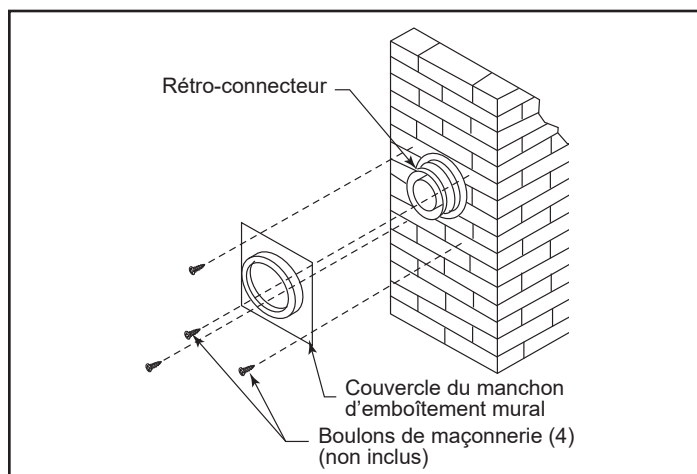
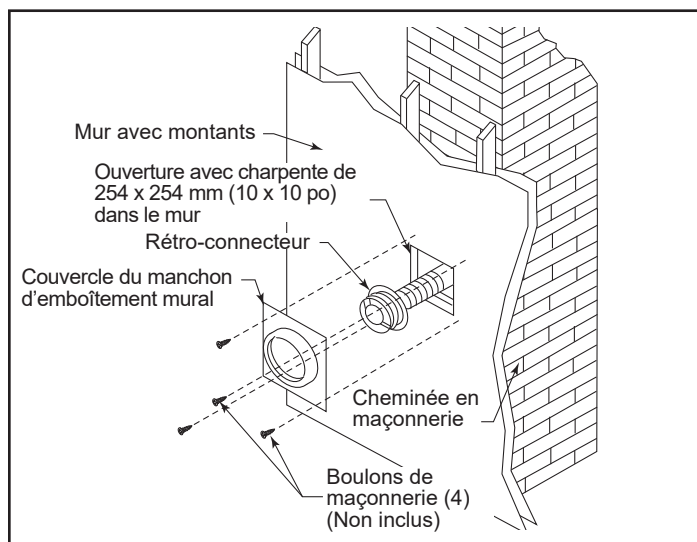

Figure 3.52
Figure 3.53
9. Faites glisser le couvercle (940) du manchon d'emboîtement mural sur le rétroconnecteur et vissez les boulons de maçonnerie comme illustré à la figure 3.52. Si un mur avec charpente recouvre la maçonnerie, utilisez des vis à bois pour fixer le couvercle du manchon d'emboîtement mural au mur avec charpente, par-dessus le rétroconnecteur et l'ouverture carrée avec charpente de 254 mm (10 po), comme illustré à la figure 3.53. Si nécessaire, ajoutez une section de conduit de ventilation directe au rétroconnecteur pour le prolonger et passer par l'ouverture du couvercle du manchon d'emboîtement mural.